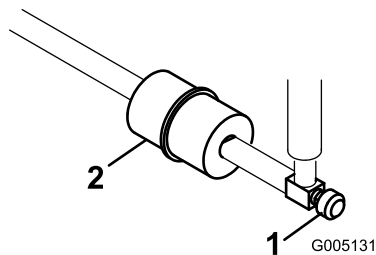

Figura 46
Nei tubi di alimentazione, tra il serbatoio del carburante ed il carburatore, è incorporato un filtro in linea (Figura 46). Verificate che la freccia sul filtro sia diretta lontano dal serbatoio del carburante.
1. Chiudete la valvola di intercettazione del carburante, allentate la fascetta stringitubo dal lato carburatore e rimuovete il tubo di alimentazione dal filtro (Figura 46).
2. Collocate una bacinella di spurgo sotto il filtro, allentate la restate fascetta stringitubo e rimuovete il filtro (Figura 46).